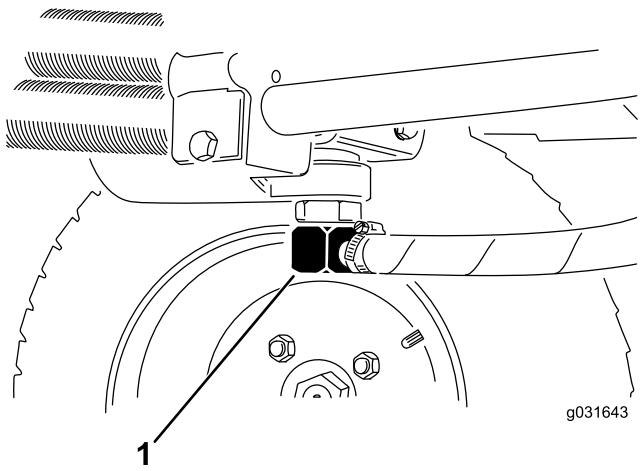

Figura 66
3. Vuelva a colocar el tubo cuando el aceite hidráulico se haya drenado (Figura 66).
2. Desconecte el tubo hidráulico o retire el filtro hidráulico y deje fluir el aceite hidráulico en un recipiente apropiado (Figura 68 y Figura 66).